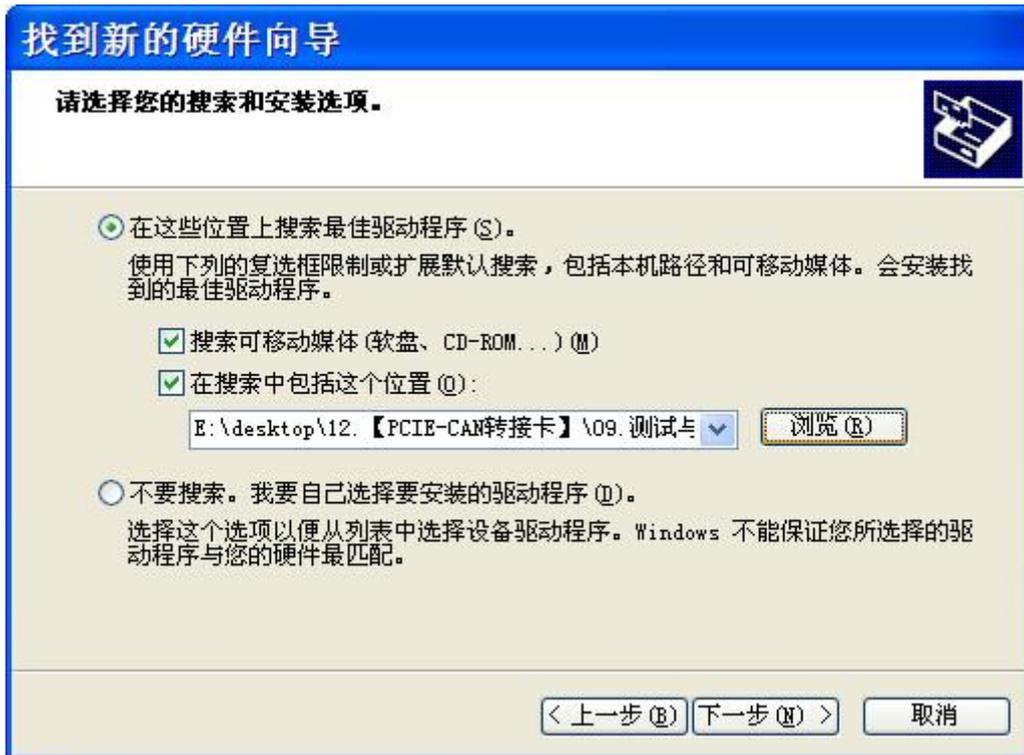

图 3.2 指定位置搜索
2. 如下图 3.2 所示，标记“在搜索中包括这个位置”，然后点击“浏览”按钮。在弹出的文件夹浏览对话框中指定驱动程序（产品附带光盘已提供）的文件路径。单击“下一步”继续。